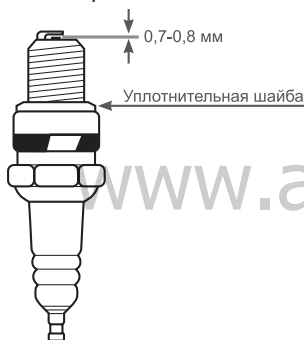

Рис.12 Зазор свечи зажигания
4. Измерьте зазор между электродами свечи зажигания специальным щупом. Зазор должен быть 0,7-0,8мм (Рис.12). При увеличении, или уменьшении требуемого зазора, рекомендуется заменить свечу, так как регулировка зазора может привести к изменению качества искрообразования.